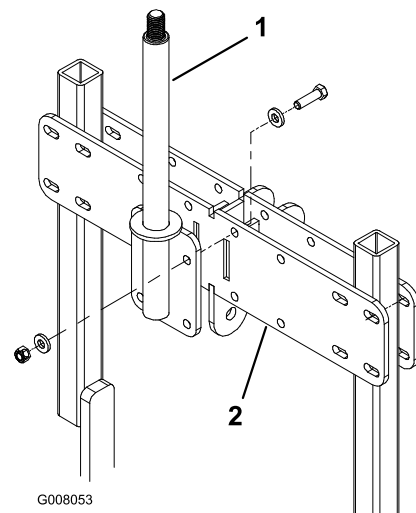

図 10
9. ネジ (1/2 x 1-3/4 in) 4本、ワッシャ 8枚、ロックナット 4個を使って、ピン・アセンブリをヒッチ・クロスの後部に取り付ける (図 10)。プロコア 880 と プロコア 864 の場合には中央の取り付け位置を使用し、
プロコア 660 の場合には、図 10に示すオフセット位置を使用する。